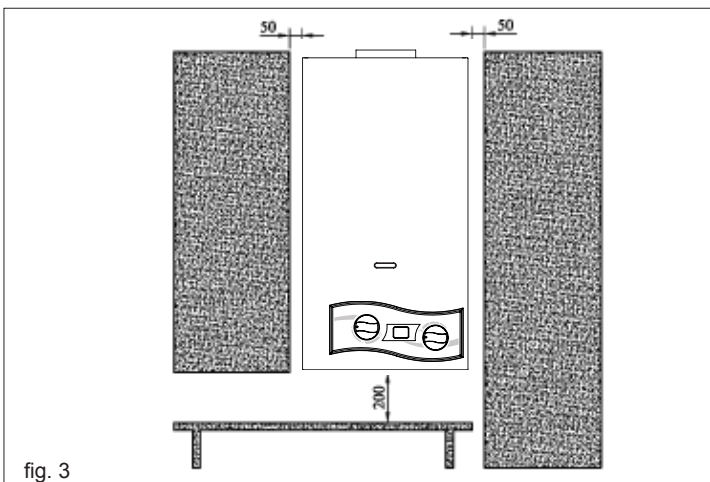

fig. 3
- Para consentir as operações de manutenção é indispensável deixar as distâncias mínimas indicadas na fig. 3 ao redor do equipamento